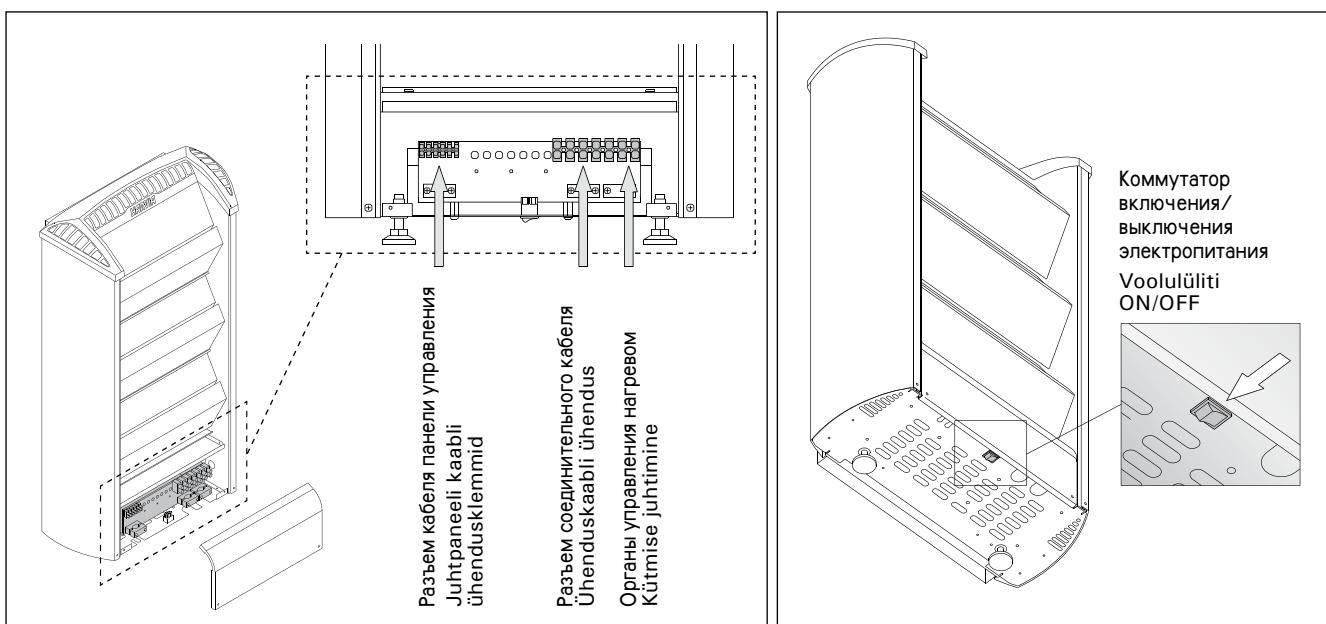
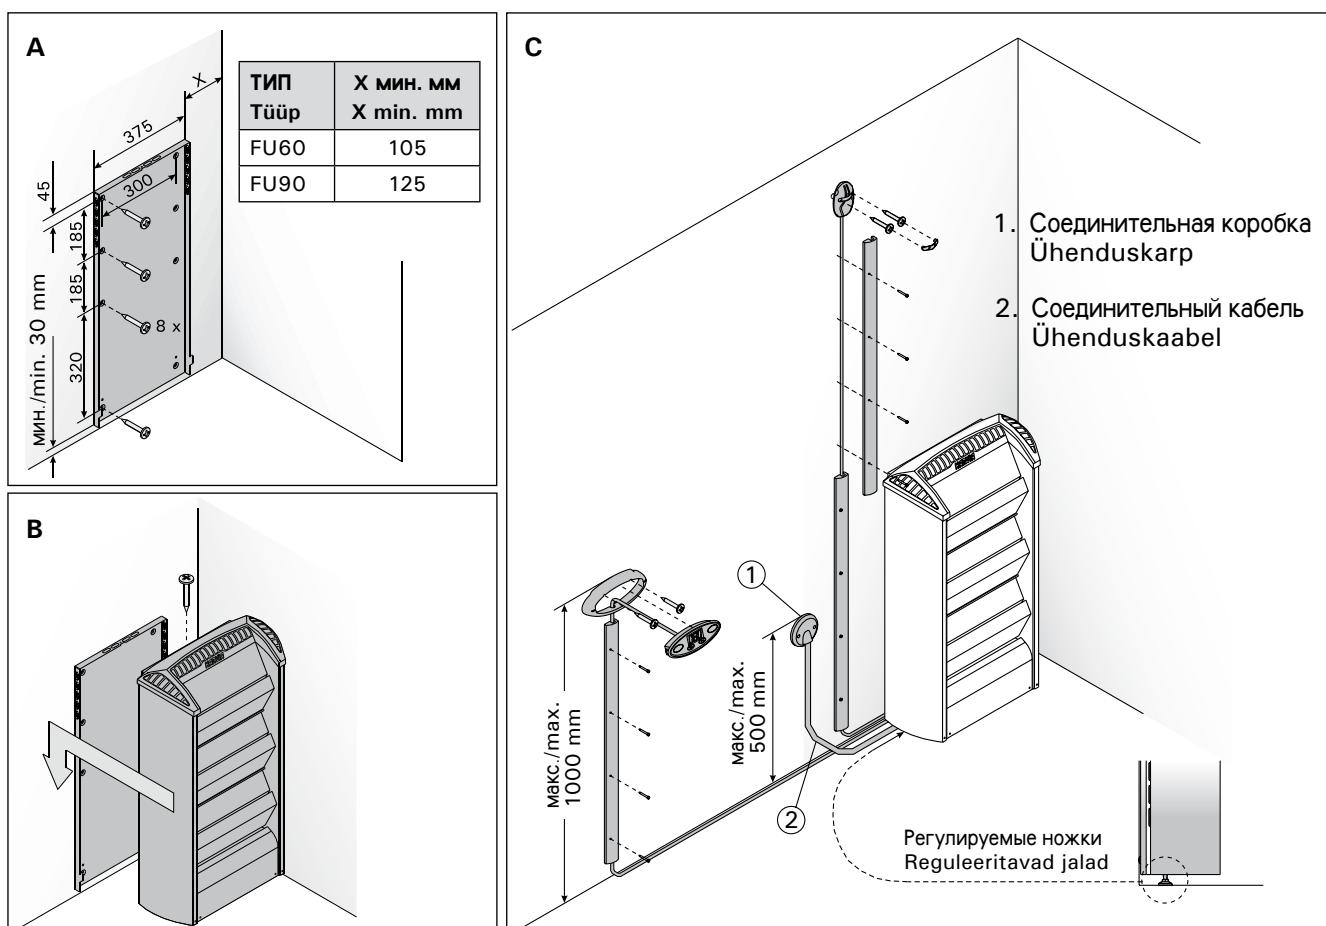

Рисунок 5. Подключение соединительного кабеля
Рисунок 6. Расположение монтажной стойки каменки и подключение каменки.
Датчик терmostата для каменок FU временно помещен под защитную крышку блока коммутации. Его необходимо извлечь оттуда и установить на стену сауны, как показано на рис. 6. На рис. 5 показано, как подключить кабель панели управления к каменке FU. Провода кабеля панели управления следует подключить к разъему кабеля панели управления с соблюдением цветовой маркировки.
- С помощью прилагаемых шурупов прикрепите к стене монтажную раму, соблюдая минимальные расстояния, указанные в таблице 1 и на рис. 4. Установка рамы изображена на рис. 6.
При монтаже кабеля следует тщательно соблюдать порядок подключения проводов к колодке разъема каменки. См. рис. 5.
4. Свободный конец соединительного кабеля подключается к разъему панели управления. См. рис. 5. При подключении проводов кабеля очень важно соблюдать цветовую маркировку, как описано в разделе 3.1.1. «Подключение соединительного кабеля к каменке».